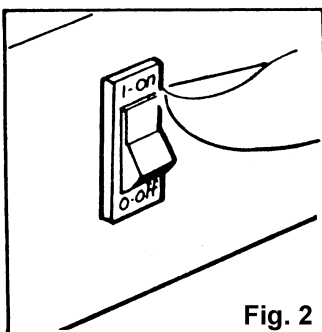

Fig. 2
- Portare l'interruttore della ventola in posizione 1 (Fig. 2) ed assicurarsi che la ventola giri.